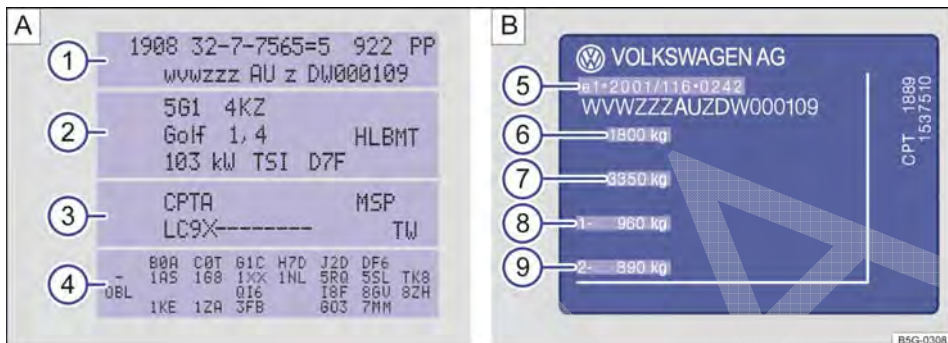

Fig. 323 **A** Etiqueta de dados do veículo: na figura de exemplo com o código do motor CPTA **3**. **B** Plaqueta de identificação.
A etiqueta de dados do veículo → **Fig. 323 A** está colada no revestimento do compartimento de bagagem traseiro na parede do compartimento de bagagem e contém os seguintes dados:
- 3 Códigos do motor e da transmissão, código da cor, acabamento interno. No exemplo, o código do motor é "CPTA" → **Fig. 323**
A etiqueta de características do veículo → **Fig. 323 B** pode ser vista na coluna da porta após a abertura da porta do condutor. Veículos para determinados países de exportação não possuem plaqueta de identificação.